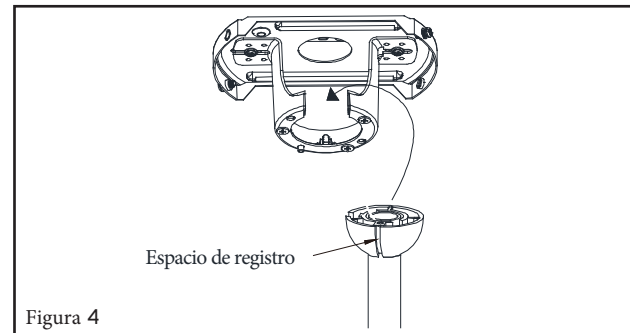

Figura 4
NOTA: La pestaña opuesta a la abertura del soporte de suspensión debe encajar en la ranura de la bola. (Figura 4)
- 2 Conecte los cables conductores negros del interruptor en la base A a los cables negros en la caja del interruptor. Cable de entrada caliente a uno de los cables del interruptor de la base. El cable de alimentación del ventilador está conectado al cable del interruptor restante. (Figura 4)
Un flujo de aire ARRIBA mueve el aire más cálido fuera del área del techo como se muestra en la Figura 4. Esto le permite configurar su unidad de calefacción en una configuración más fría sin afectar su comodidad.